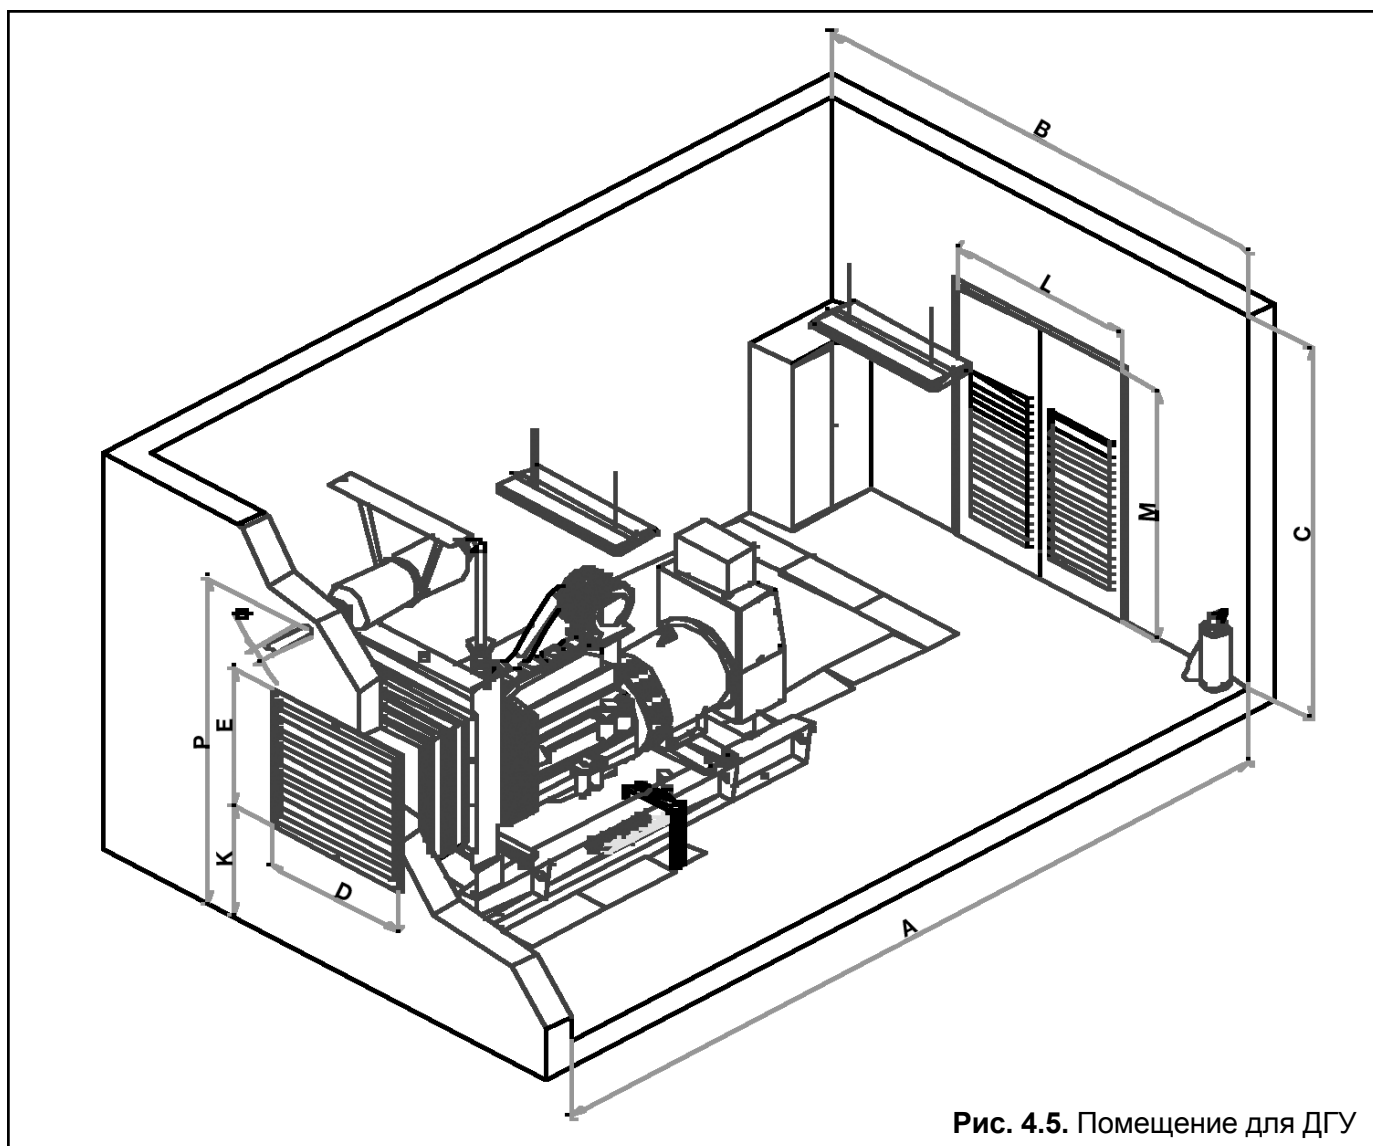

Рис. 4.5. Помещение для ДГУ
**Таблица 4.1.** Энергоустановки открытого исполнения, с частотой 50 Гц, габариты, размеры помещения, размеры входных и выпускных отверстий для воздуха и размеры выхлопной трубы (См. рис. 4.5. – Помещение для ДГУ). Без шумозащиты, на одну установку.